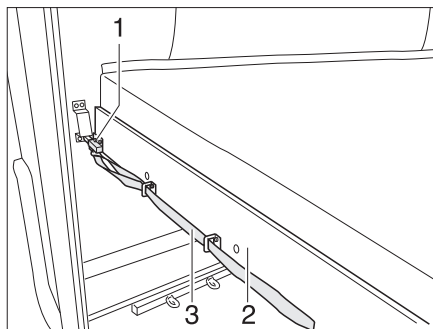

Fig. 169 Litera (parte trasera)
- Tirar del lazo (Fig. 169,3) y soltar el pestillo (Fig. 169,1).
- Tirar el somier (Fig. 169,2) junto con el colchón hacia delante hasta que engatille.